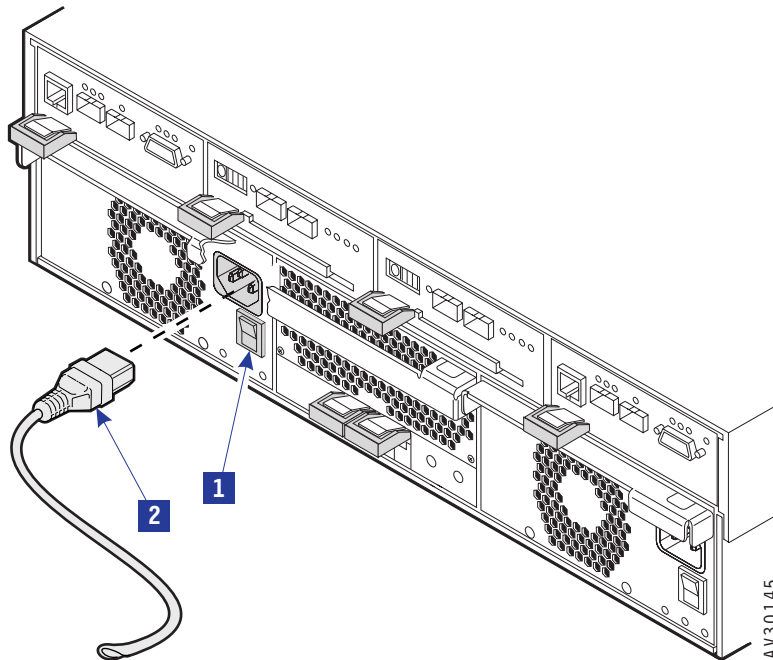

図 27. 電源ケーブルの接続
1. 図 27 を参照して下さい。DC オン/スタンバイ・スイッチ **1** がスタンバイにセットされていることを確認して下さい。